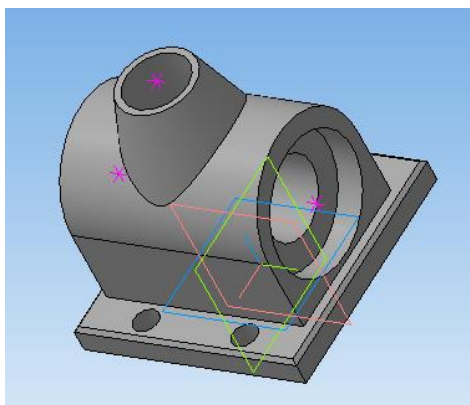

Рис. 9.
11. Примените к полученному эскизу команду *Отверстие*, на расстоянии 10 мм, диаметр – 50 мм, повторяем с другой стороны (рис. 9).